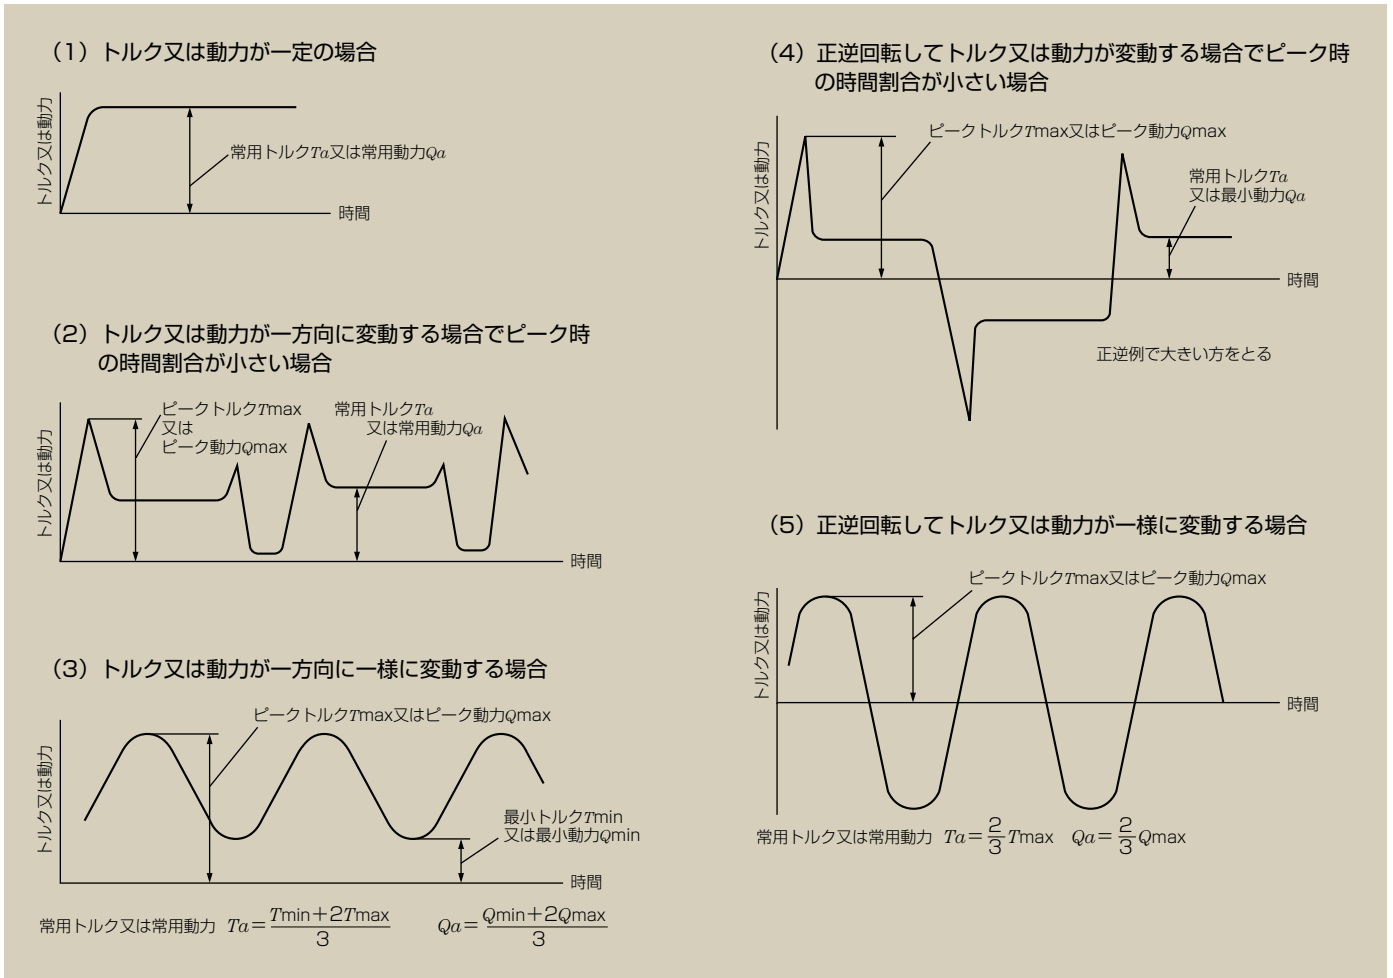

図1 負荷モデル
1.1 図1の負荷モデルを参考にして使用時の常用トルク $T_a$  {N・m}又は常用動力 $Q_a$  {kW} を求めます。